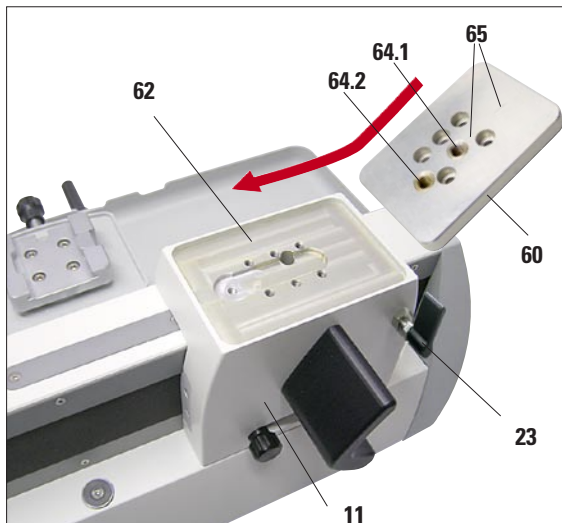

図 9
- 図 9 の通り、中間プレートをマウントテーブル上に配置します。